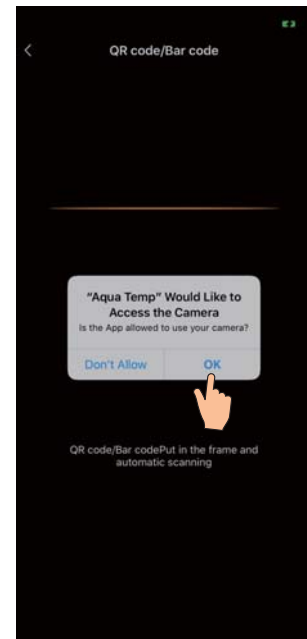

Fig.15 Interface de scannage
5. Cliquer "D'ACCORD" pour permettre à cet APP d'utiliser la caméra pour scanner le code-barres sur la pompe à chaleur (Fig.15); cliquer "D'ACCORD", pour la liaison du dispositif terminé (Fig.16).